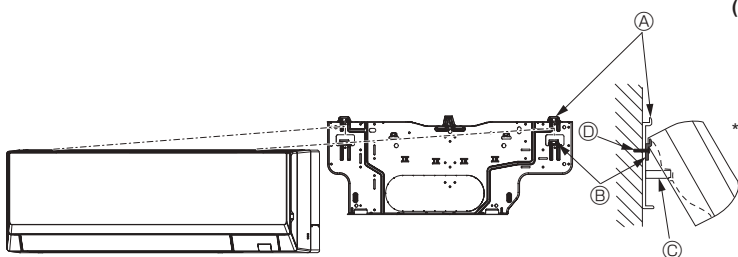

Fig. 3-12
- Si l'appareil intérieur ne peut être suspendu et soulevé à l'aide du crochet classique (la dimension de 2.1. ⓐ (espacement entre le plafond et l'appareil) est de 75 mm ou moins), suspendez l'appareil sur le crochet inférieur du tuyau gauche. (Fig. 3-12)
(Fig. 3-12)